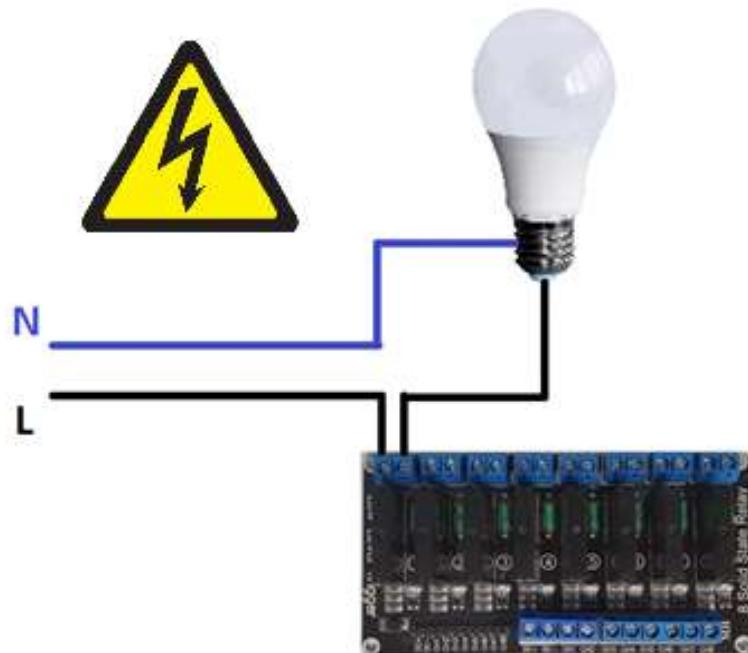

Figura 2 - Exemplo de Ligação
O módulo apresentado é uma placa que inclui 8 relés de estado sólido, a sua tensão de alimentação é de 5V DC e são ativos alimentando o respetivo canal com o sinal de *ground*. Os relés podem ser alimentados e ativos através dos pinos conectores machos (canto inferior esquerdo) ou através dos conectores de aperto (canto inferior direito). A saída destes relés em concreto, só funciona com cargas de corrente alternada (AC), sendo que, no máximo, cada relé suporta cargas de 240V e 2A. Estas saídas podem ser acedidas através dos conectores de aperto de cada relé (parte superior), onde um dos conectores é a entrada da fase e o outro a saída do relé, na Figura 2 pode-se observar um exemplo de ligação de uma carga num dos relés.